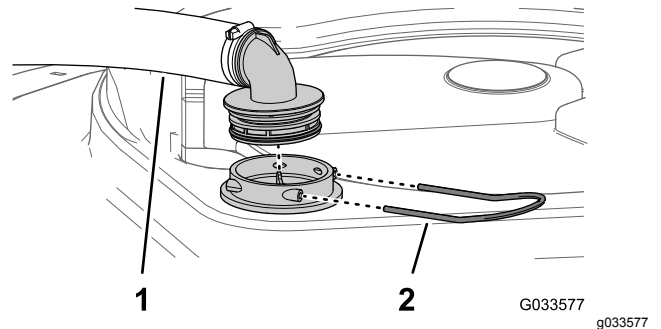

図 97
2. タンク上部で、フィルタハウジングからの太いホースについているフィッティングを固定しているリテーナを外す 図 97。
3. フィルタハウジングからホースとフィッティングを取り外す 図 97。